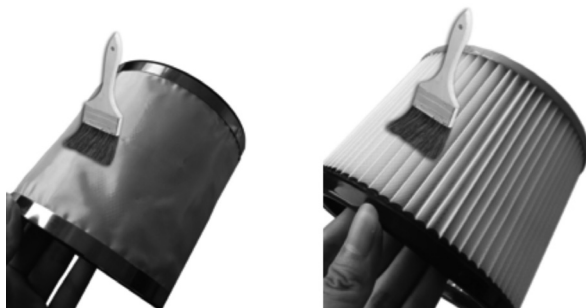

Fig. A4
7. Limpieza de la cubierta de malla metálica y del filtro HEPA (Fig. A4)